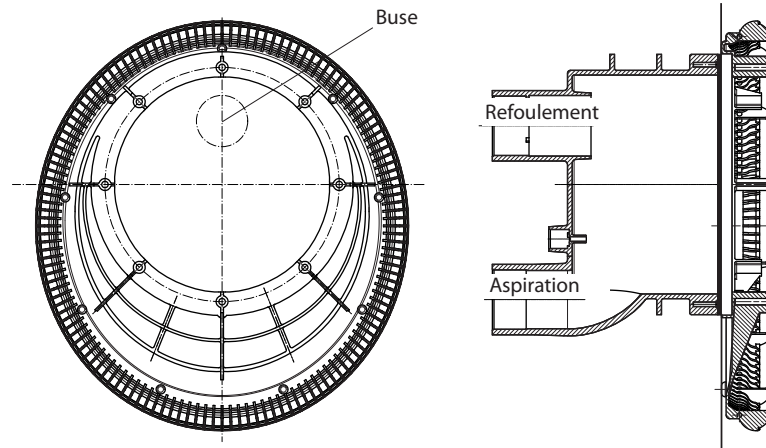
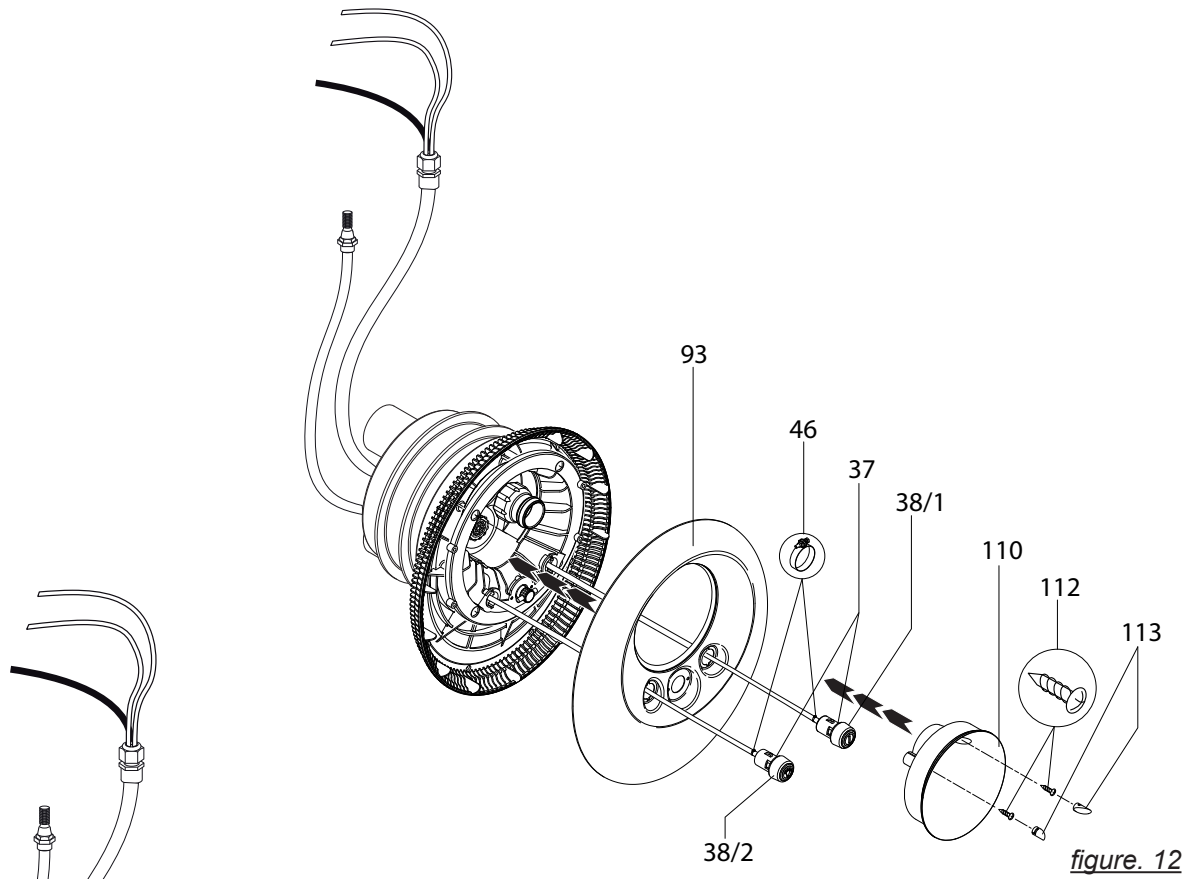

figure. 10
figure. 12
- 3) Placer le corps d'aspiration (107) sur l'anneau de serrage. Tenir compte de la position de l'installation (cf. figure 10).
- 4) Placer le corps de buse (102.1) sur la pièce à sceller (1).
- 5) Passer les tuyaux de la commande pneumatique et le câble du projecteur à travers la gaine de protection (14) et étanchéifier à l'aide du presse étoupe (20).
- 6) Fixer la conduite de régulation d'air à l'aide du collier de serrage (8) sur la régulation d'air (21).
- 7) Fixer le corps de buse complet (102.1) à l'aide des 4 vis auto taraudeuses (95). Visser à la main. Eviter de forcer en serrant !
- 8) Introduire les tuyaux pneumatiques à travers les orifices dans l'enjoliveur inox (93) (lumière M/A à gauche ; pompe M/A à droite) et fixer aux boutons poussoirs correspondants en utilisant des colliers de serrage (46) (figure 12).